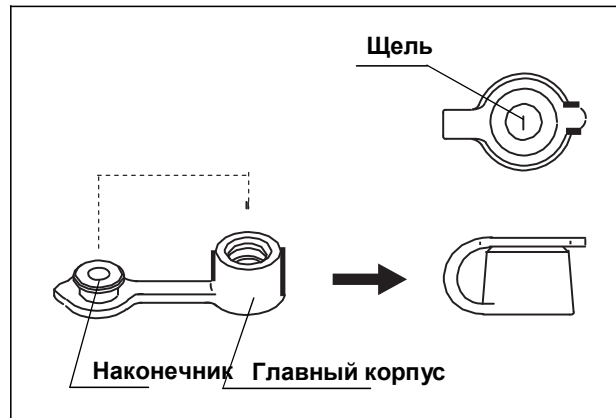

Рис. 3.9
2. Соедините наконечник с главным корпусом (см.Рис. 3.9).